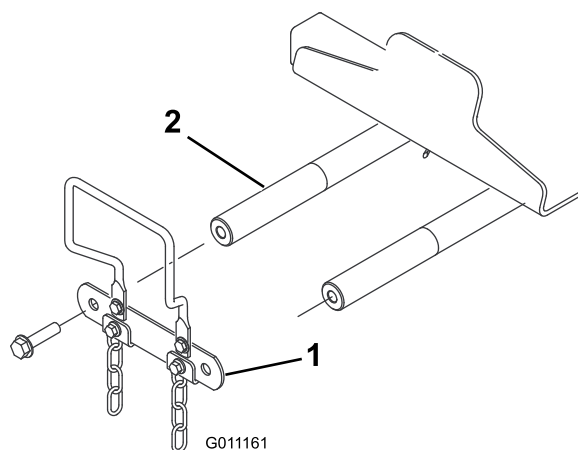

Figura 13
- Retire os 2 parafusos que fixam a ligação do veio da articulação do braço de elevação aos veios da articulação do braço de elevação e retire e guarde a ligação do veio da articulação e os parafusos (Figura 13).